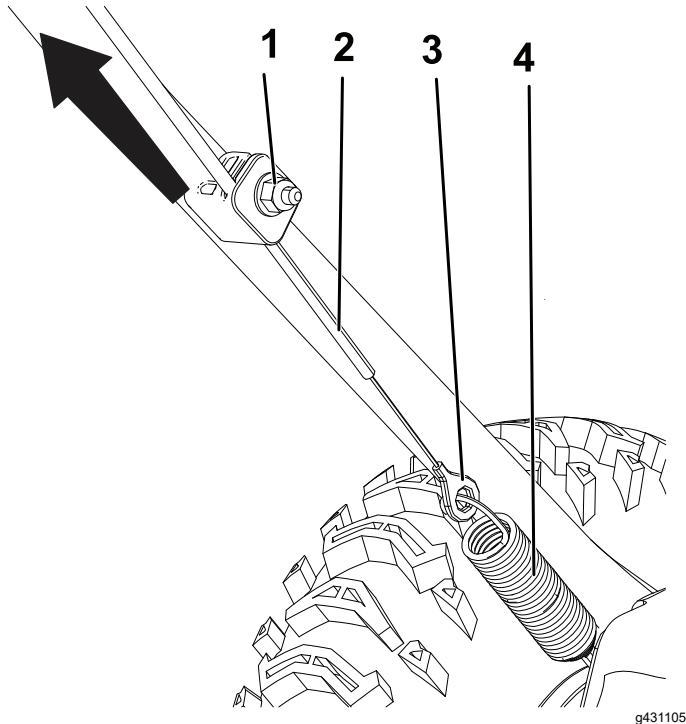

Bild 20
1. Lockern Sie die Mutter an der unteren Kabelklemme, ohne sie zu entfernen (Bild 20).
2. Ziehen Sie das Kabel hoch, damit es nicht durchhängt (Bild 20).
3. Halten Sie das Kabel fest und ziehen Sie die Mutter an (Bild 20).